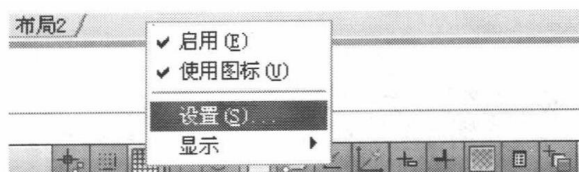
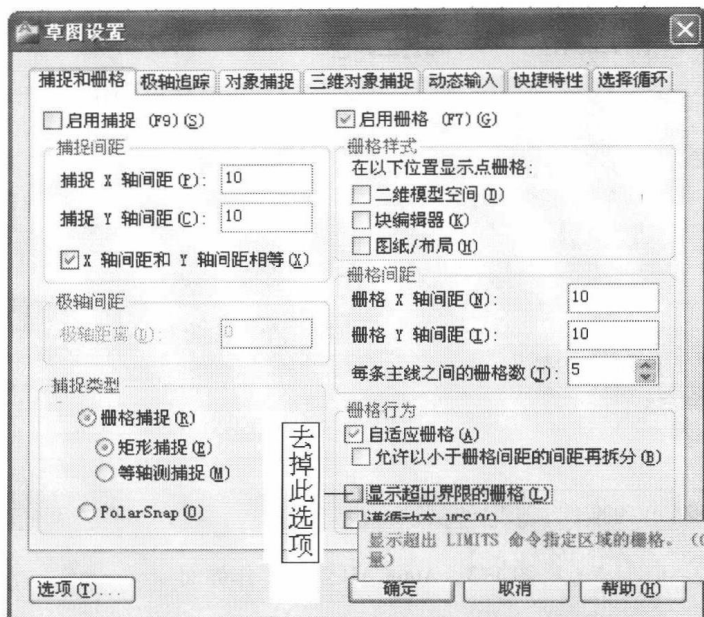

图 1-5 启用栅格设置对话框
图 1-6 栅格设置对话框
2. 如图 1-5 所示, 右键单击状态栏中的栅格, 选择“设置”, 出现如图 1-6 所示对话框, 去掉显示超出界限栅格选项, 单击确定按钮。